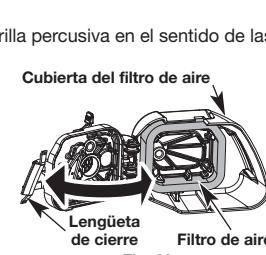

Fig. 20
- Abra la tapa del filtro de aire haciendo presión sobre la lengüeta de cierre hacia adentro y tirando de la tapa del filtro de aire (Fig. 20).
- Quite el filtro de aire (Fig. 20).
- Vuelva a colocar el filtro de aire en la tapa del filtro de aire (Fig. 20).
- Cierre la tapa del filtro de aire haciéndola girar hacia la izquierda y luego haciendo presión sobre la lengüeta de cierre hacia abajo hasta que caiga en su lugar (Fig. 20).